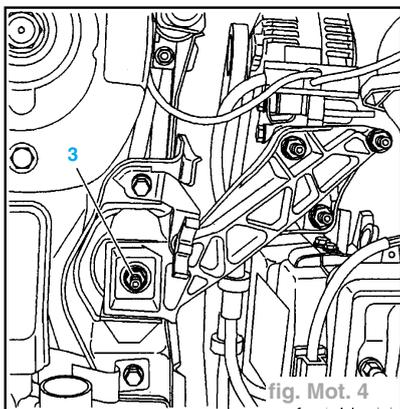
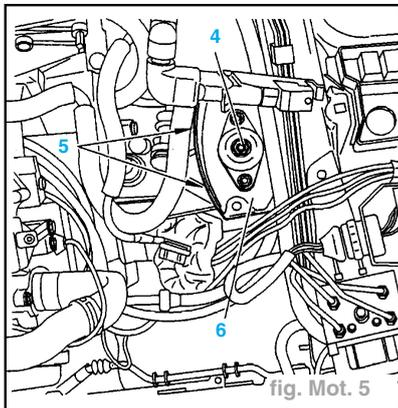

fig. Mot. 4
fig. Mot. 5
- Déposer l'écrou (3) (fig. Mot. 4).
- Déposer (fig. Mot. 5) :
- l'écrou (4),
- les vis (5),
- le support (6).
- Reposer (fig. Mot. 5) :
- le support (6),
- les vis (5) serrage à 2,5 daN.m,
- Serrer l'écrou (4) serrage à 6,5 daN.m,
- l'écrou (3) serrage à 4,5 daN.m (fig. Mot. 4),